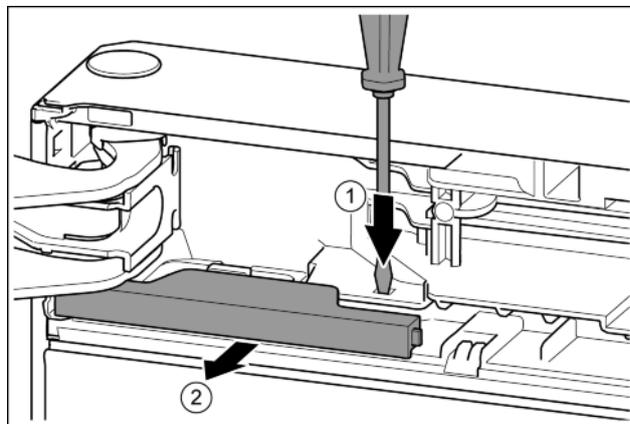

Fig. 14
- ▶ Odvijačem s ravnom glavom pritisnite jezičac. Fig. 14 (1)
- ▶ Izvucite pokrov iz uskočnog zatvarača. Fig. 14 (2)